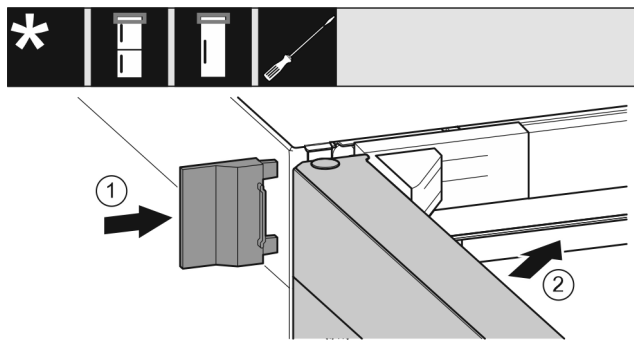

Fig. 24
- Enfiler le cache extérieur. *Fig. 24 (1)*
- Fermer la porte supérieure. *Fig. 24 (2)*